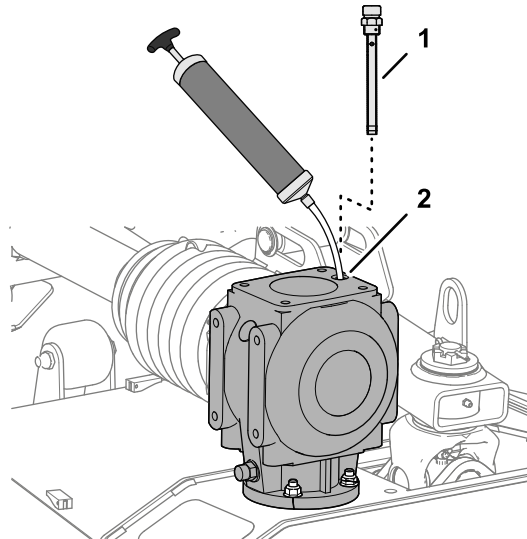

Figura 56
1. Retire el varilla de la parte superior de la caja de engranajes (Figura 56).
2. A través del orificio de la varilla, utilice una bomba de succión para eliminar el fluido de la caja de cambios (Figura 56).